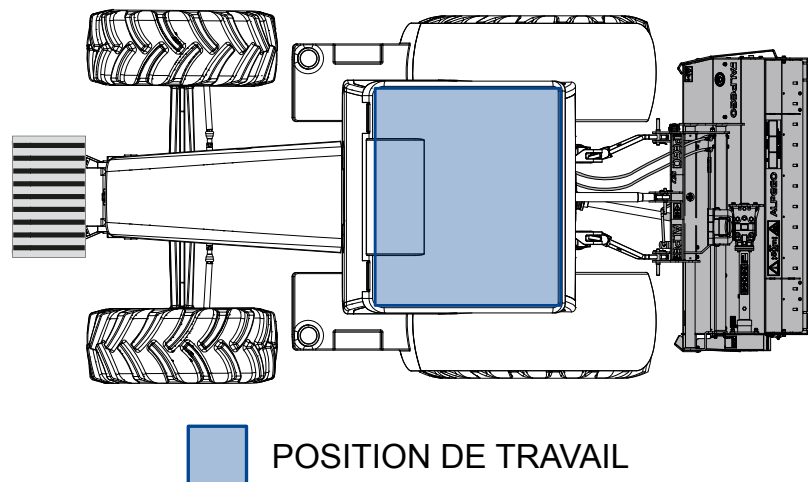

Fig. 28 Zone de travail
- Il est obligatoire que la machine et les accessoires éventuellement installés, lorsqu'ils sont en position de transport, conservent une distance d'environ 30 cm du sol voir Fig. 28 à la page 70.
Pendant le fonctionnement de la machine, l'UTILISATEUR doit rester assis sur le siège conducteur du tracteur (Fig.28). Ce n'est qu'à partir d'une telle position qu'il est possible d'intervenir correctement.